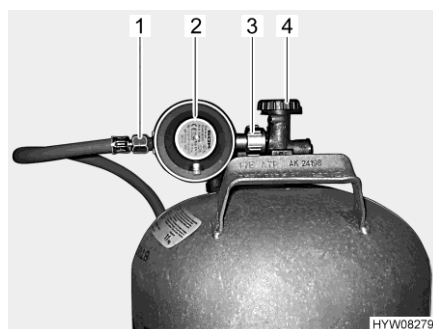

Fig. 68 Conexión de la bombona de gas
- Cerrar la llave de paso principal (Fig. 68,4) de la bombona de gas. Observar el sentido de la flecha.
- Retener el regulador de presión de gas (Fig. 68,2) y abrir la tuerca moleteada (Fig. 68,3) (por lo general, rosca a la izquierda).
- Retirar el regulador de presión de gas con la goma del gas (Fig. 68,1) de la bombona de gas.
- Colocar el regulador de presión de gas (Fig. 68,2) con goma del gas (Fig. 68,1) en la bombona de gas y apretar la tuerca moleteada (Fig. 68,3) (por lo general, rosca a la izquierda). **No** apretar demasiado firmemente.